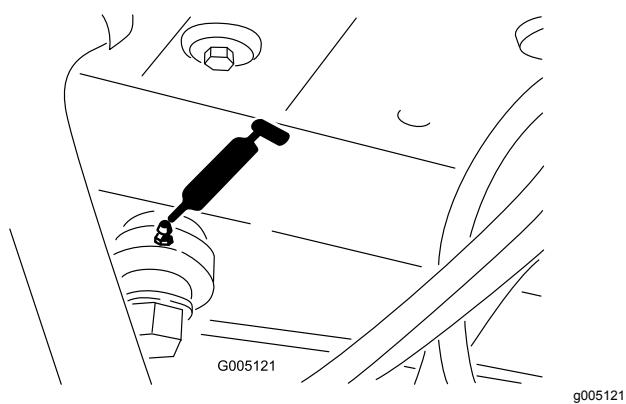

Figura 40
- Estremità del cilindro sterzante (Figura 40)